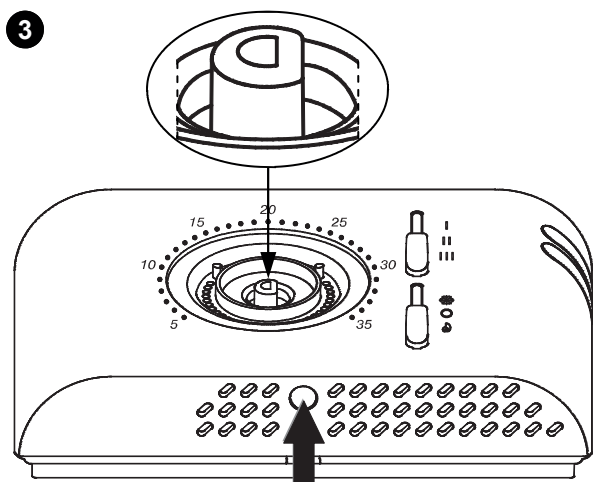

Рис. 4
- 3 С помощью отвертки протолкните пластиковый язычок, расположенный в пазу снизу вверх, чтобы слегка приподнять крышку (Рис. 4).